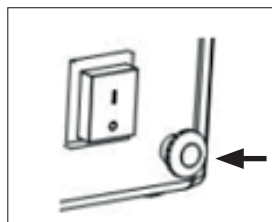
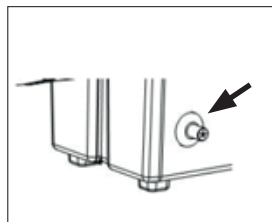

fig. 2
fig. 3
- 2.2. Appuyez sur le bouton de la vanne de gaz avec votre main droite (fig. 2) tout en appuyant plusieurs fois sur l'allumage piézo-électrique (avec votre main gauche jusqu'à ce que la flamme s'allume (fig. 3).